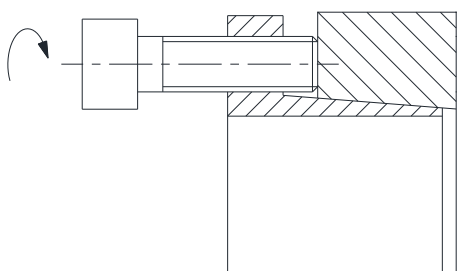
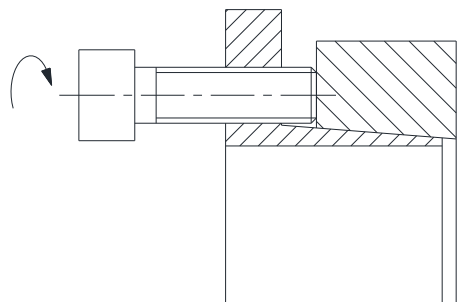

図 8: テーパー部の分離 (CLAMPEX® KTR 203)
図 9: テーパー部の分離 (CLAMPEX® KTR 206)
- クランプボルトをインナーリング(部番 2)の引抜き用ねじ穴に取付けて下さい(図 8 / 図 9 をご参照)。